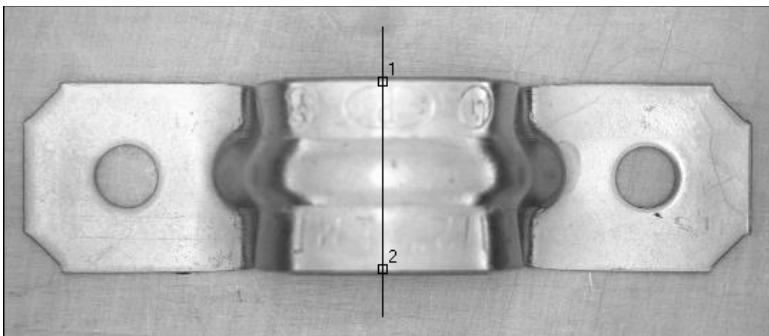

図 4-5. ブラケット距離用のエッジを検出する
5. プラケットの中心を通るように垂直ラインをクリック & ドラッグして描画して、図 4-5 に示すように、幅の中心を計算するのに使用可能なエッジを検出します。Vision Assistant は、エッジ 1 と 2 というラベルを付けます。